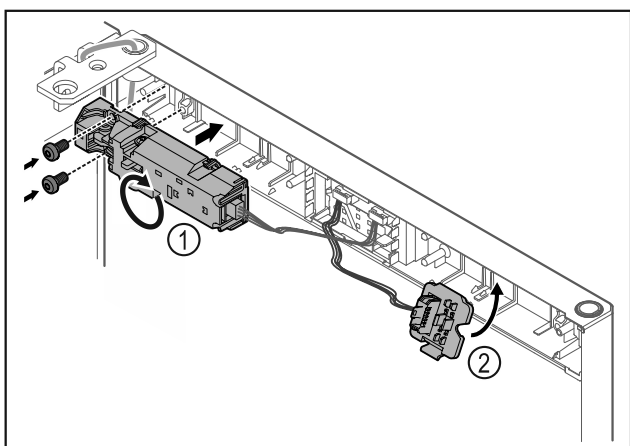

Fig. 18
- ▶ Drej fjernlåsen Fig. 18 (1) 180°, og fastgør den på den modsatte side.
- ▶ Klik stikholderen Fig. 18 (2) i på den modsatte side.